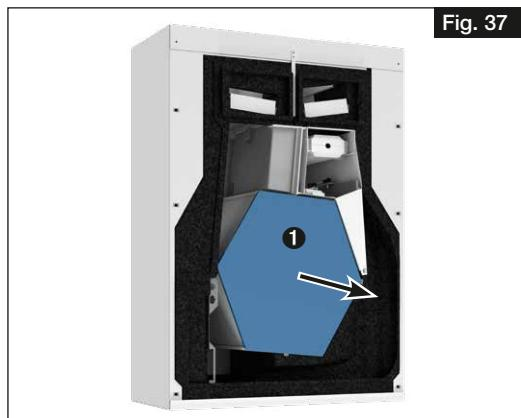

Fig. 37
3. Retirer l'échangeur à contre-courant ① avec précaution de l'appareil (voir Fig. 37).